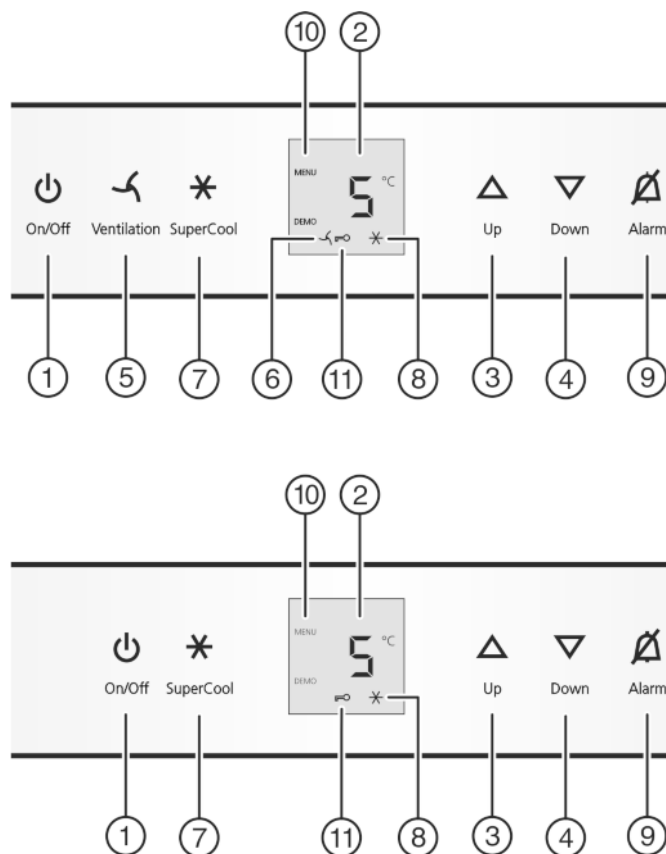

Fig. 2
- ▶ Taste On/Off *Fig. 2 (1)* drücken.
- ▶ Einstellmodus aktivieren: Taste SuperCool *Fig. 2 (7)* ca. 5 s drücken.
- ▶ Die Taste SuperCool *Fig. 2 (7)* kurz drücken, um zu bestätigen.
- ▶ Zum Einschalten der Kindersicherung Taste SuperCool *Fig. 2 (7)* kurz drücken.
- ▷ Das Symbol Kindersicherung *Fig. 2 (11)* leuchtet. In der Anzeige blinkt **c**.
- ▶ Zum Ausschalten der Kindersicherung Taste SuperCool *Fig. 2 (7)* kurz drücken.
- ▷ Das Symbol Kindersicherung *Fig. 2 (11)* erlischt. In der Anzeige blinkt **c**.
- ▶ Einstellmodus deaktivieren: Taste On/Off *Fig. 2 (1)* drücken.
- ▶ Taste Alarm *Fig. 2 (9)* drücken.
- ▶ Temperatur wärmer einstellen: Einstelltaste Up *Fig. 2 (3)* drücken.
- ▶ Temperatur kälter einstellen: Einstelltaste Down *Fig. 2 (4)* drücken.
- ▶ Taste SuperCool *Fig. 2 (7)* kurz drücken.
- ▷ Das Symbol SuperCool *Fig. 2 (8)* leuchtet in der Anzeige.
- ▷ Das Symbol SuperCool *Fig. 2 (8)* erlischt in der Anzeige.
- ▶ Taste Ventilation Fig. 2 (5) kurz drücken.
- ▷ Das Symbol Ventilation Fig. 2 (6) leuchtet.
- ▷ Das Symbol Ventilation Fig. 2 (6) erlischt.